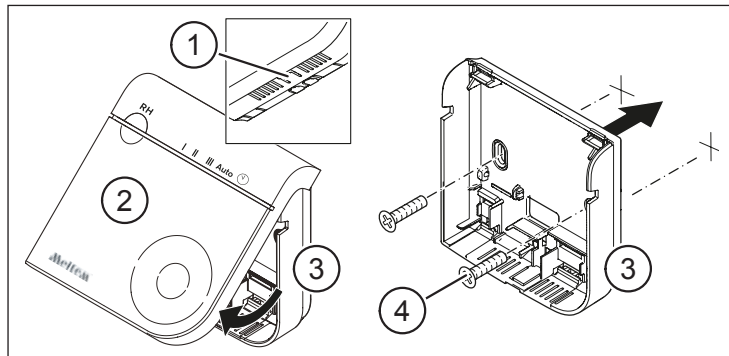

Fig. 2 : Fixation du boîtier au mur
- ▶ Appuyez sur l'ergot (pos. 1 dans Fig. 2) sur la partie inférieure du boîtier (pos. 3 dans Fig. 2) et retirez le couvercle (pos. 2 dans Fig. 2) du boîtier.
- ▶ Fixez le boîtier à l'endroit souhaité à l'aide des vis (pos. 4 dans Fig. 2) et chevilles fournies.